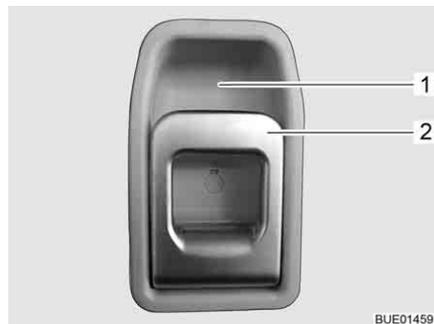

Bild 44 Türrschloss Eingangstür, innen
- Am Griff (Bild 44,2) ziehen. Das Türschloss wird entriegelt.
- Den Griff (Bild 44,2) oben in Richtung Griffschale (Bild 44,1) drücken.